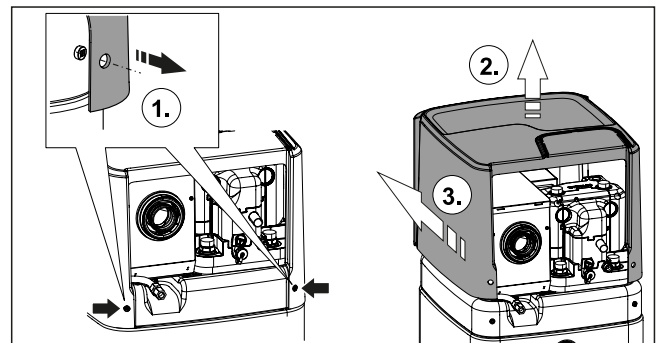

Bild 4-11 Abdeckhaube abnehmen
- 6 Anschlussleitungen so verlegen, dass die Abdeckhaube (Bild 4-11) abgenommen werden kann.